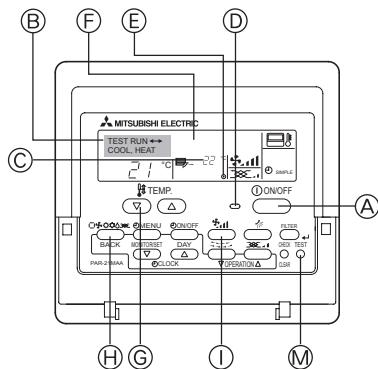

Fig. 6-1
6.2.1. Uso del comando a distanza con filo (Fig. 6-1)